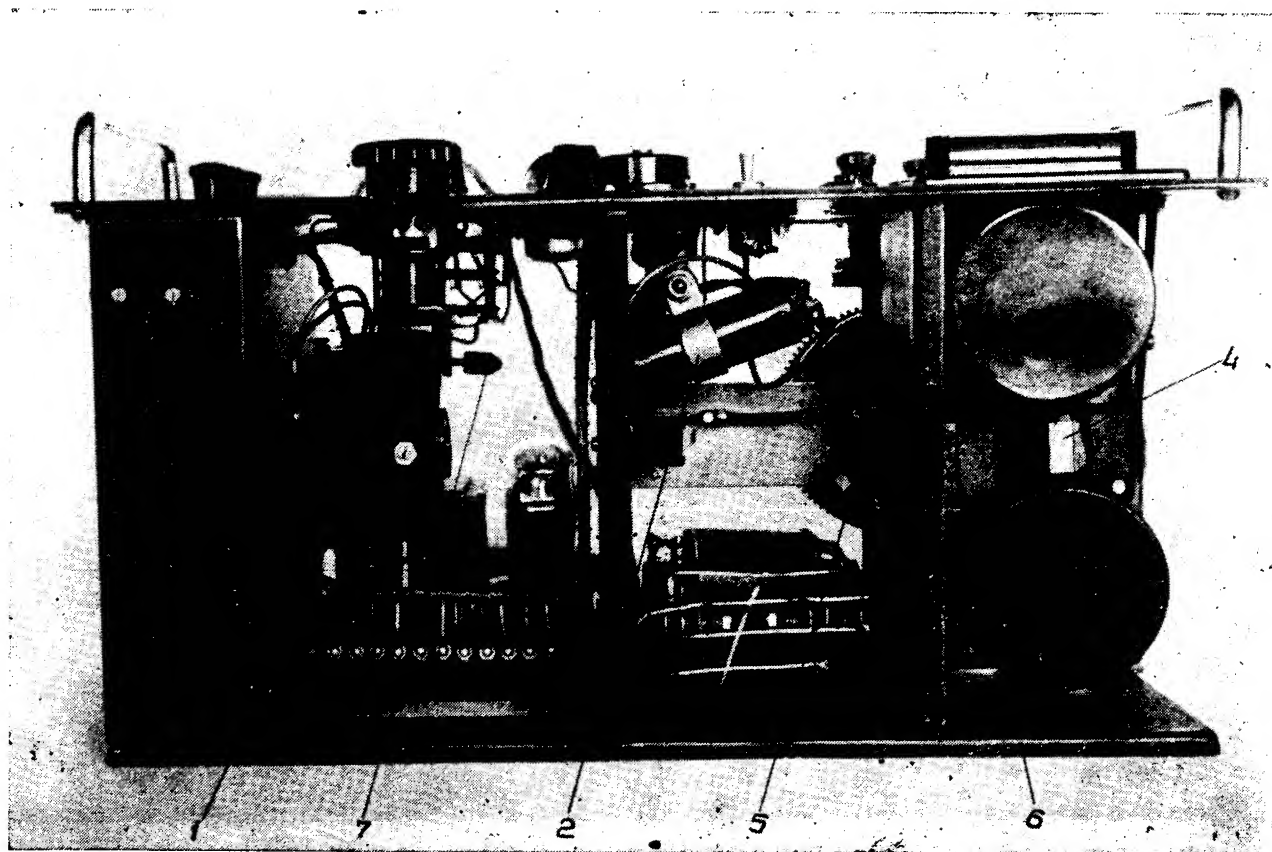

Рис. 6.
Монтаж аппарата приведен на рис. 6 и 7.
Регулировка производится следующим образом: маятник устанавливается так, чтобы отверстие на его пружине с грузиком совпало с отверстием на заслонке. Луч света, проходящий при совмещении отверстий, падает на зеркало. Последнее нужно расположить так, чтобы обеспечить попадание луча на линзу 6 (рис. 6). Нить лампы осветителя должна быть в горизонтальном положении. Это достигается поворотом оправы с патроном вокруг своей оси. Правильность положения нити наблюдается на бумаге, расположенной на диафрагме перед линзой (6). После линзы световая полоска фокусируется на пленке в виде тонкой горизонтальной полосы. Точная фокусировка достигается перемещением лампы осветителя вдоль тубуса.
Регулировка производится следующим образом: световой луч осветителя (2) (рис. 6) направляется на зеркальце гальванометра. Поместив бумагу перед линзой (6) обнаруживают «зайчик» и, регулируя осветителем и винтом гальванометра, направляют его на плоско-выпуклую линзу в виде вертикальной черты, которая линзой (6) собирается в яркую точку на пленке.